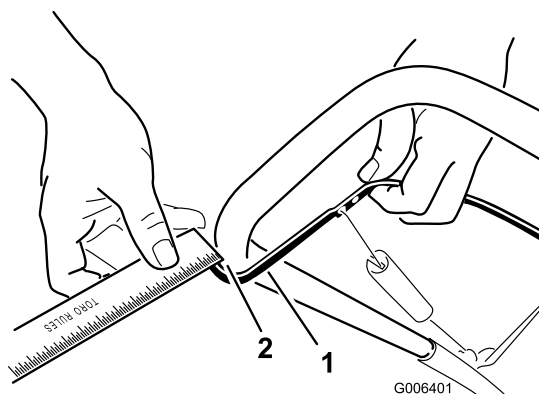

Figure 17
Rapprochez la barre de commande du guidon pour tendre le câble de commande (Figure 17).
**Remarque:** Vérifiez que la barre de commande et le guidon sont espacés de 2 à 3 mm (1/16 à 1/8 po) (Figure 17).
2. Accrochez le raccord en Z à un trou plus haut ou plus bas sur la biellette de réglage de manière à obtenir un espace de 2 à 3 mm (1/16 à 1/8 po) entre la barre de commande et le guidon (Figure 17).